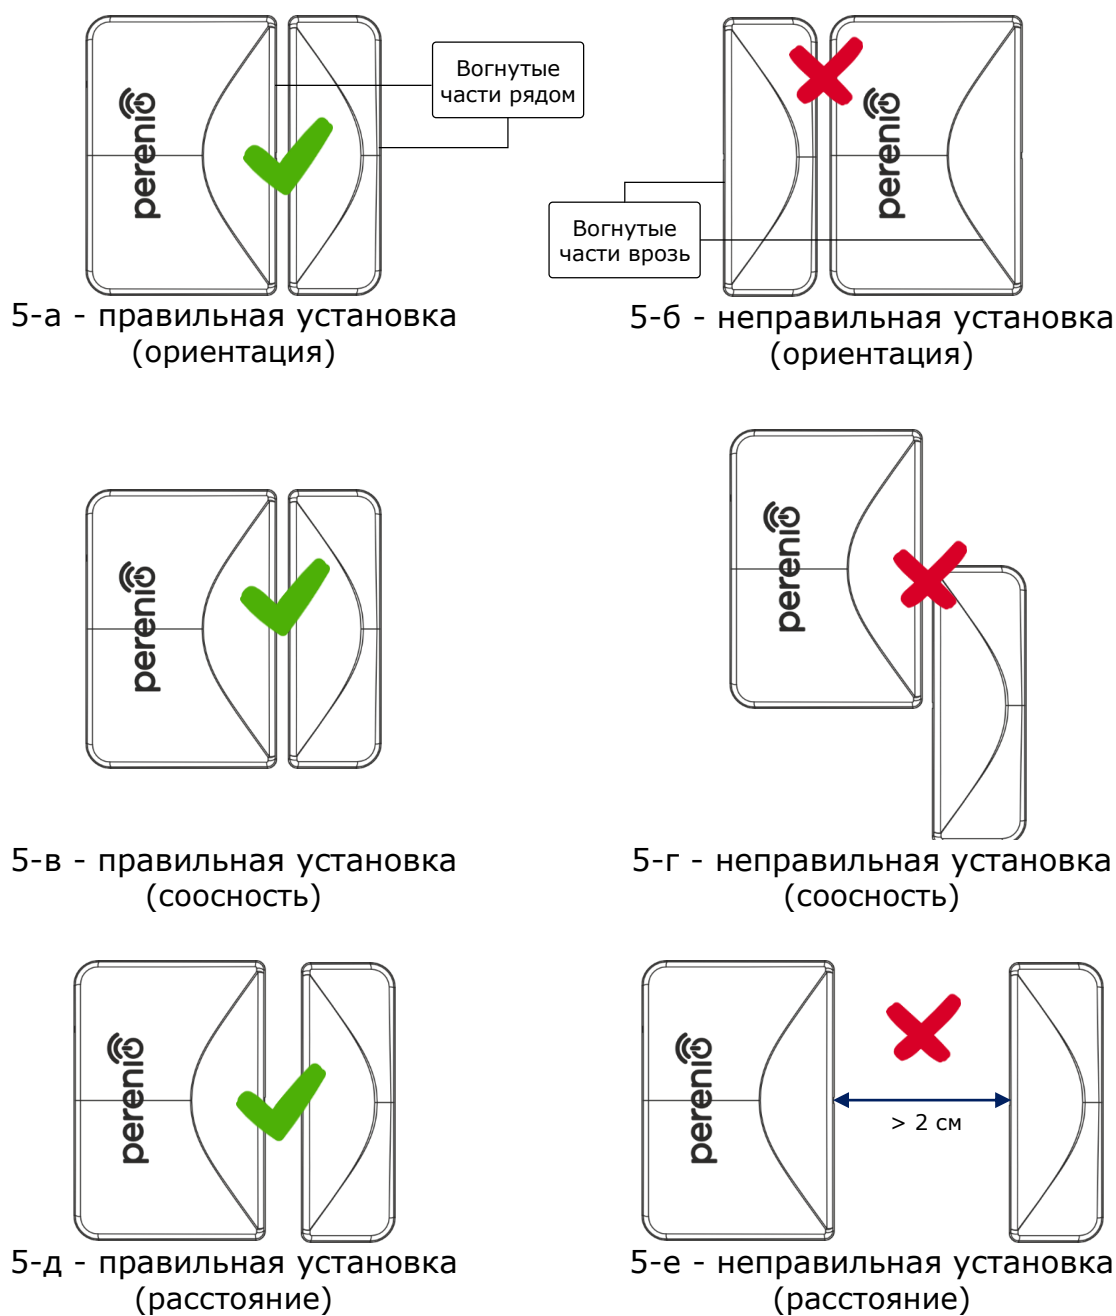

Рисунок 5 – Правила установки датчика и магнита
- a. приклеить датчик с помощью ленты 3М на дверное полотно или оконную раму (см. рис. 5-а). Можно также смонтировать датчик на шуруп.
ВНИМАНИЕ! Устанавливать датчик и магнит требуется таким образом, чтобы вогнутые части их корпусов находились рядом (см. рис. 5–а ниже).